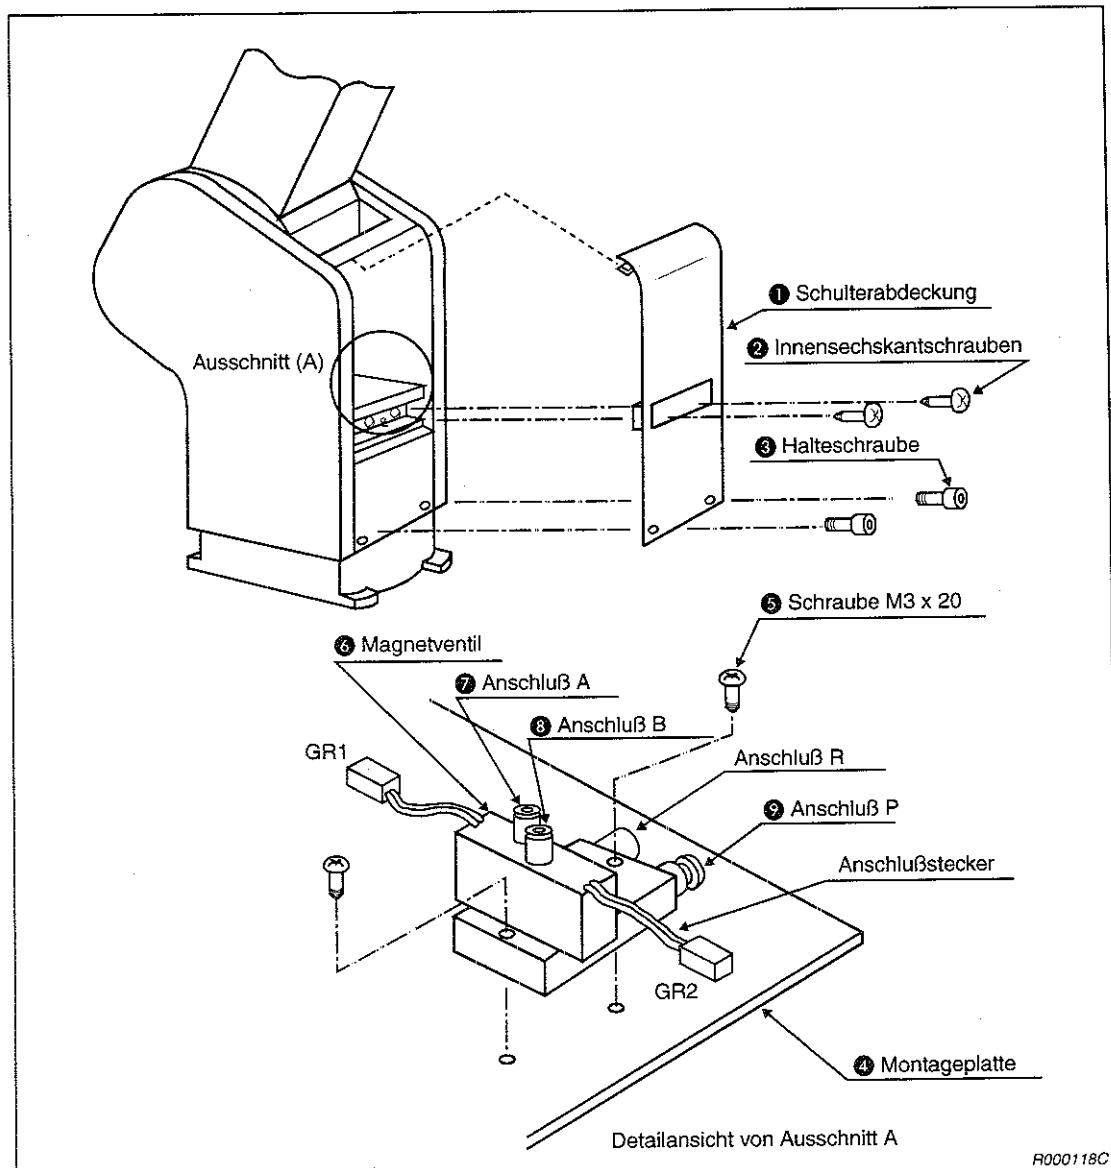
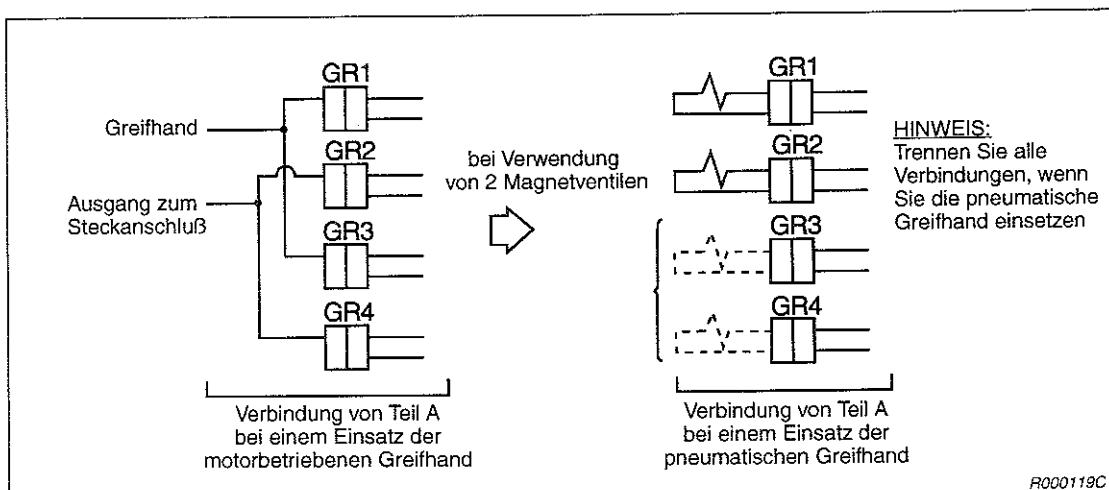

Abb. 2-19: Installation des Magnetventils
Abb. 2-20: Verbindung der Steueranschlüsse des Magnetventils
- ① Entfernen Sie die Schrauben ② und ③ der Schulterabdeckung ① (siehe Abb. 2-19).
- ② Befestigen Sie den Magnetventilblock mit Schrauben auf der Montageplatte. Benutzen Sie hierfür die vorgesehenen Befestigungslöcher.
- ③ Schieben Sie den dicken Pneumatikschlauch bis zur Markierung in die Schnellkupplung ⑨ des Magnetventils (Anschluß P). Damit wird die vom Roboterbasisanschluß kommende Druckluftversorgung eingespeist.
- ④ Schieben Sie die beiden Schläuche in die Schnellkupplungen ⑦ und ⑧ des Magnetventils (Anschluß A und B). Damit wird der Pneumatikanschluß am Unterarm versorgt.
- ⑤ Schließen Sie den Steueranschluß des Magnetventils gemäß Abb. 2-20 an.
- ⑥ Montieren Sie wieder die Schulterabdeckung. Achten Sie darauf, daß Sie die Kabel nicht beschädigen.